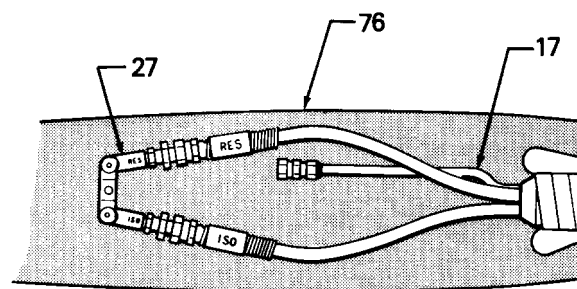

Fig. 19
- b. Colocar el conjunto de las mangueras y la cubierta antiabrasión (76) extremo contra extremo. Ver Fig. 19.
- c. Con la pistola desconectada del colector (27) y comenzando a este nivel, sacar 5 cm de la cubierta en la manguera y pegarla.
- d. Empujar la cubierta sobre la manguera. Ver Fig. 19. La cubierta debe abrirse y girar sobre sí misma deslizándose sobre la manguera.
- h. Conectar la manguera de aire (17) a la pistola. Enrollar el resto de la manguera hacia abajo entre la pistola y la manguera flexible.